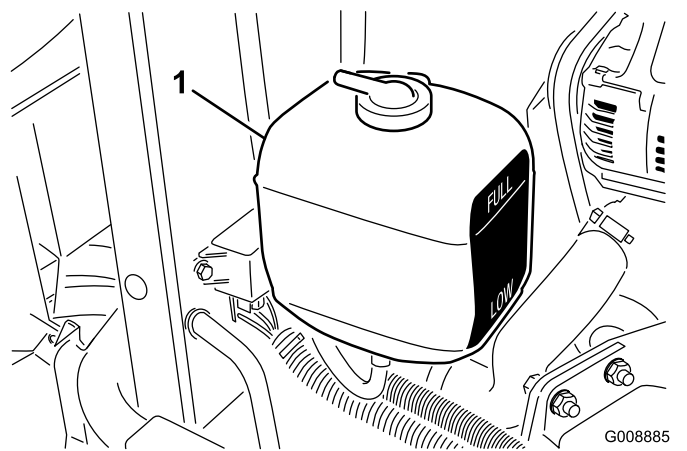

図 29
2. 補助タンクの冷却水量を点検する 図 29。エンジンが冷えた状態で、タンク側面についている本の線の間であれば適切である。